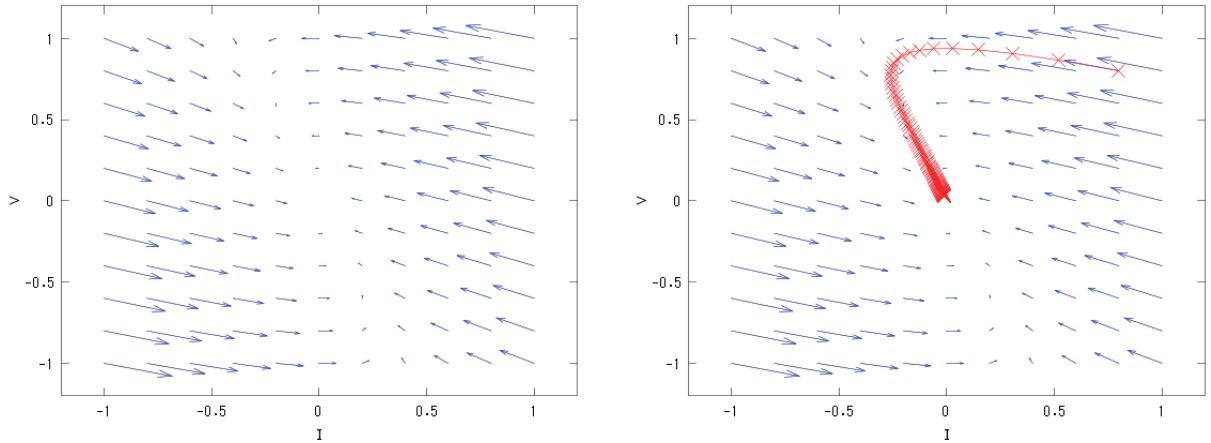

図 3.3: ベクトル場と微分方程式の解の軌跡
これは (i, v) 平面において、それぞれの位置 (i, v) に対して微小時間 Δt の間に变化する量 $\Delta i, \Delta v$ が決まることを示している。このように、相平面上の各点にベクトルを対応させたものをベクトル場と言う。例として $R = 3, L = C = 1$ のときのベクトル場を図 3.3 左に示す。
次に、Octave の関数 `lsode` を用いて微分方程式を解いてみよう。例えば初期値を $(0.8, 0.8)$ として実際に微分方程式を解いて軌跡を描くと図 3.3 右のようになり、微分方程式の解がベクトル場の流れに沿っていることがわかる。
1. Octave の quiver を用いてベクトル場を描く (図 3.3 左)。
2. Octave の lode を用いて微分方程式を解き、ベクトル場と重ねる (図 3.3 右)。